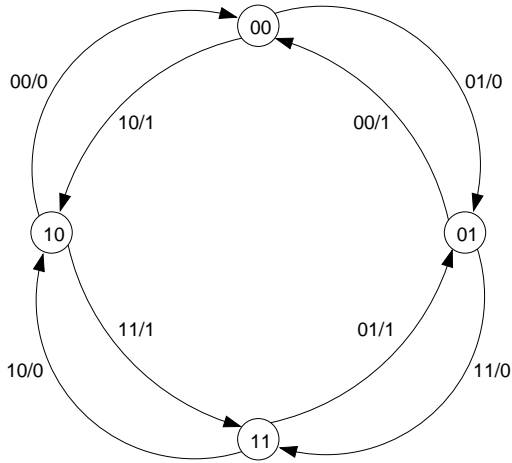
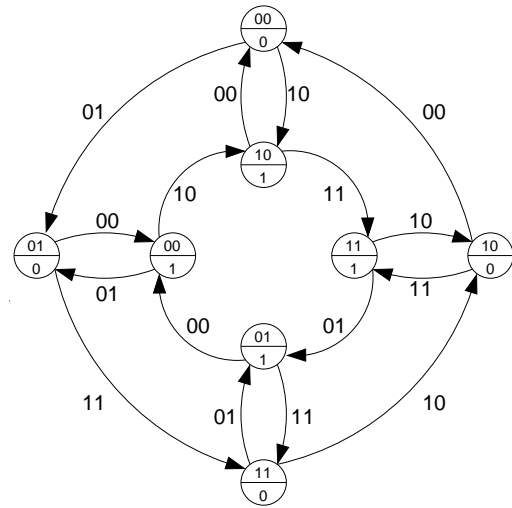

Abbildung 2: Mealy Automat
Abbildung 3: Moore Automat
In *Abbildung 2* ist der Mealy Automat abgebildet. Die Ausgabe „0“ steht hier für „links“ und „1“ für „rechts“. In *Abbildung 3* ist der entsprechende Moore Automat abgebildet.
- a) Da SR-FlipFlops aktiv über den Reset Eingang zurückgesetzt werden müssen besteht die Frage, wann das zu tun ist. Die Zählimpulse werden, bezogen auf den Mealy-Automaten aus *Abbildung 2* auf den Transitionen unten rechts erzeugt. Die beiden zugehörigen Zustände sind je nach Drehrichtung Vorbedingung bzw. Bedingung für den Zählimpuls. Daher muss in den beiden Zuständen das FlipFlop gesetzt bzw. gehalten werden. Die beiden anderen Zustände haben  $B = 0$  gemeinsam, das damit als Bedingung für das reset genutzt werden kann.